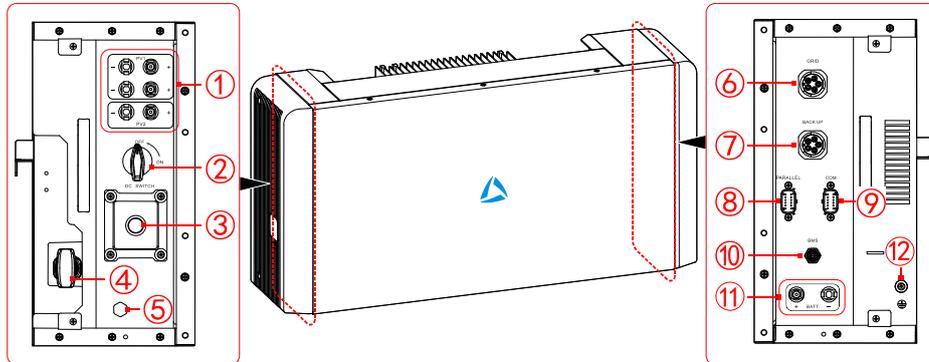

Figura 2-7 Layout della struttura dell'inverter
L'interruttore CC (come illustrato in Figura 2-7 ②) è l'interruttore di connessione tra l'inverter e il generatore fotovoltaico.